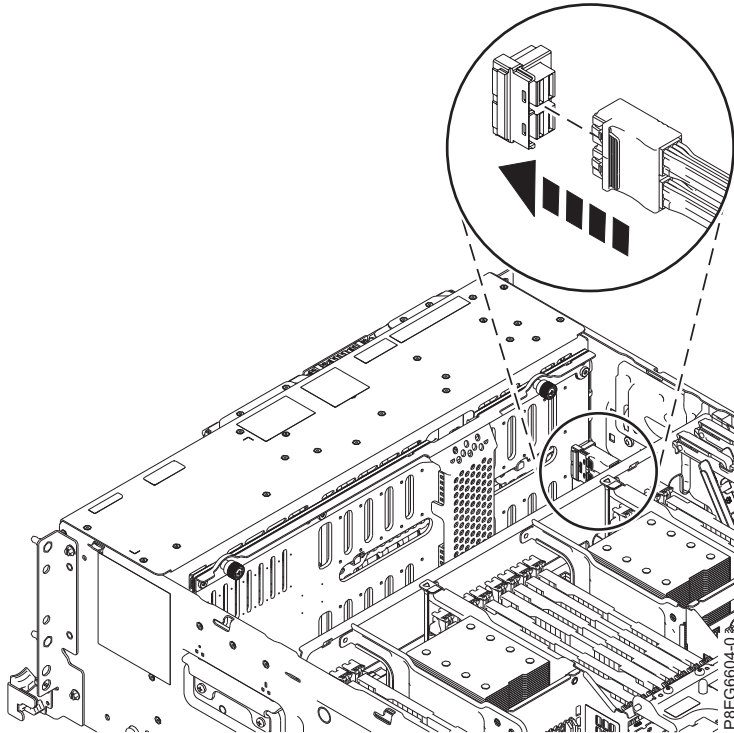

Figura 8. Reconexión del cable SAS a la placa posterior de la unidad de disco
7. Vuelva a conectar el cable SAS frontal al puerto del conector en la placa posterior de la unidad de disco, como se muestra en la Figura 8 en la página 12. Empuje el conector hasta que el pestillo haga clic. Organice los cables en la zona lateral del chasis.